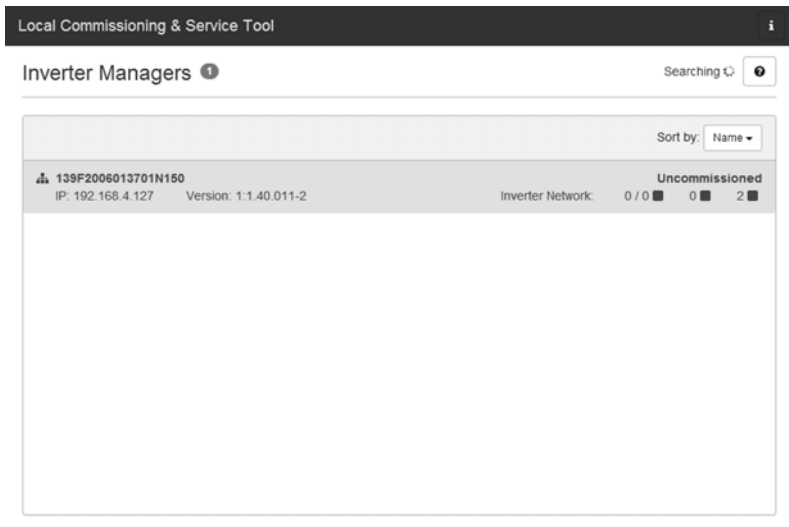

Abbildung 8: LCS-Tool - Startbildschirm
2. Der Bildschirm zeigt jetzt eine Liste aller Inverter Manager (siehe Abbildung 8). Zum Start des Assistenten klicken Sie den zu konfigurierenden Inverter Manager an. Durch Anklicken des Inverter Managers werden die vom Inverter Manager gefundenen Wechselrichter angezeigt. Nicht in Betrieb genommene Wechselrichter (kein zugewiesener Grid-Code) werden mit einem blauen Quadrat zusammen mit ihrer Software-Version aufgeführt.